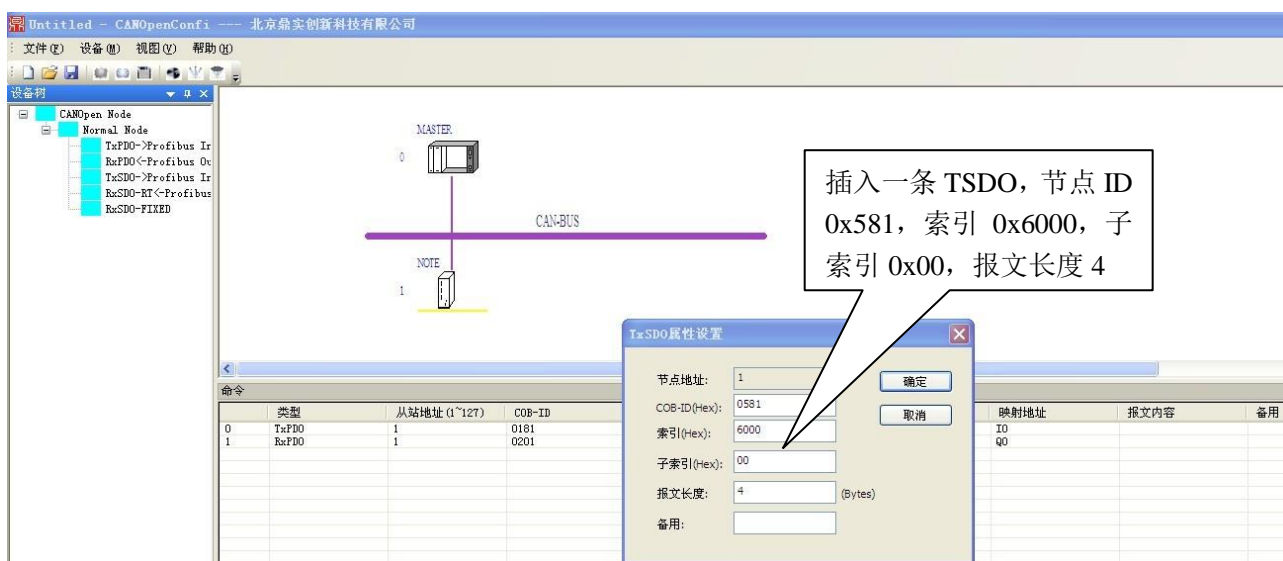

图 5-5
4、添加一条 TSDO（节点地址为 0x581，索引 0x6000，子索引 0x00），一条 RSDO（节点地址为 0x601 索引 0x6001H,子索引 0x00），数据长度为 4，如图 5-5、5-6 所示。